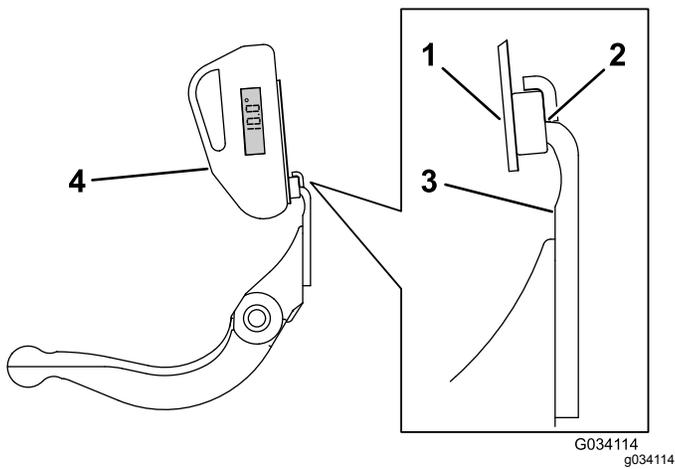

图67
3. 将角度指示器底座放在底刀边缘上以使磁体边缘与底刀边缘紧密配合 图67。
- 如 图67 所示将角度指示器放置到底座上。